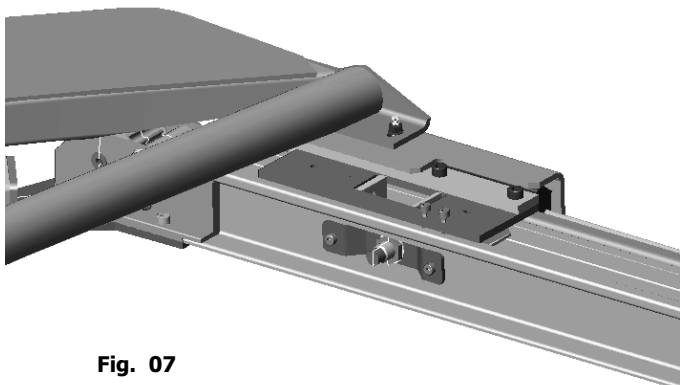

Fig. 07
15. Stabilire a bordo il percorso per i cavi di collegamento dei sensori di fine corsa, (fig. 07 e 08), alla scatola di comando, (fig. 05bis), lungo il lato del tendalino e collegarli seguendo lo schema inserito all'interno del coperchio, (cavo nero A = open, cavo nero C = closed). (Vedi anche capitolo 08).